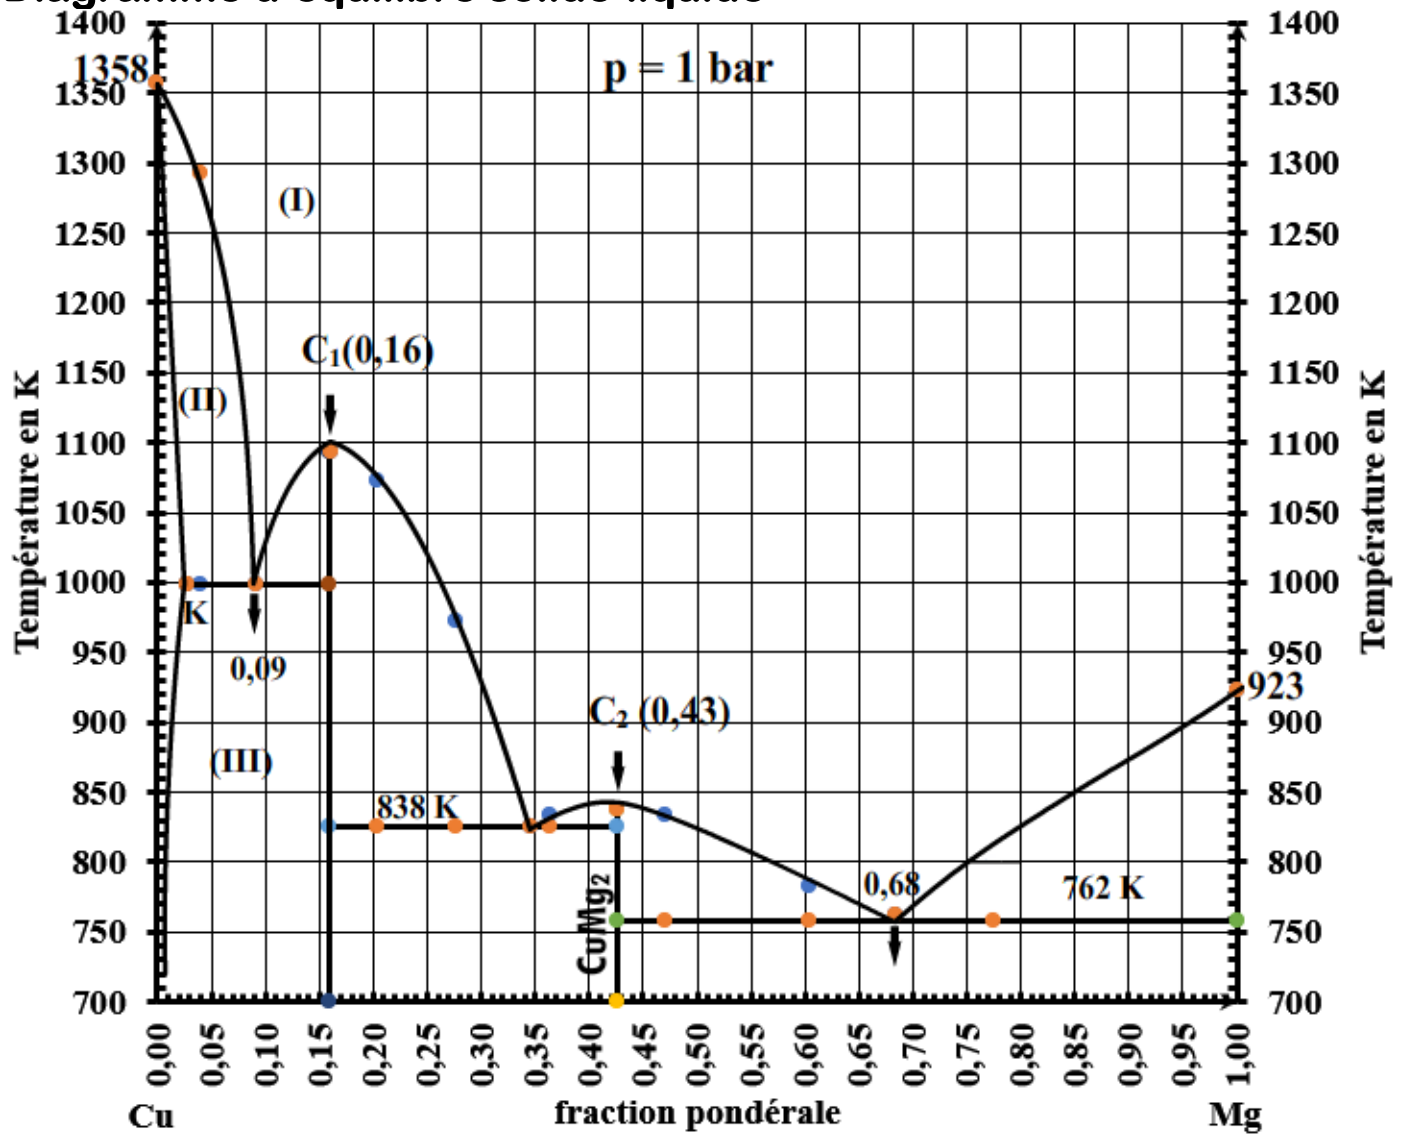

FIGURE 2
Le diagramme de cristallisation du binaire cuivre (Cu) – magnésium (Mg), sous une pression de 1 bar, donné sur la figure 2 du document annexe, montre l'existence de deux composés définis.
5) Donner la nature des phases dans les domaines numérotés de (I) à (III) sur la figure 2 du document annexe.